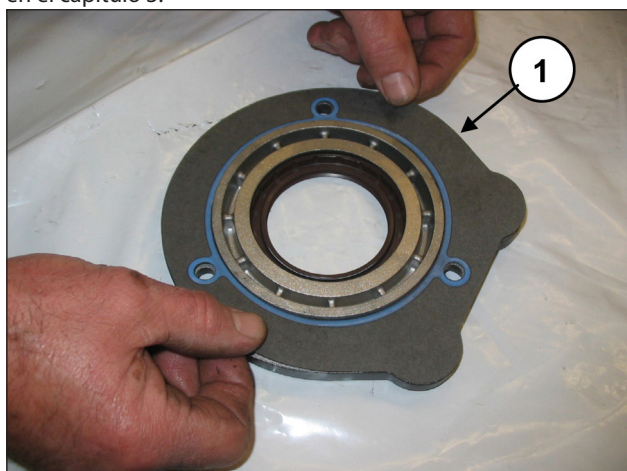
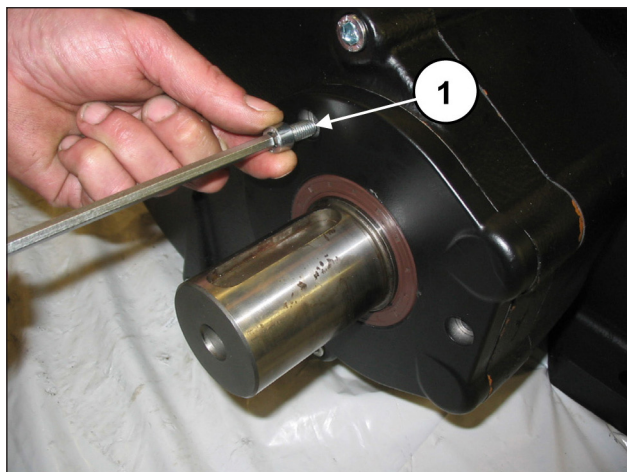

Fig. 72
Fig. 73
Aplicar la brida del reductor con la junta en la caja del reductor (pos. ①, Fig. 72) y fijarla con los 3 tornillos M8x18 (pos. ①, Fig. 73).